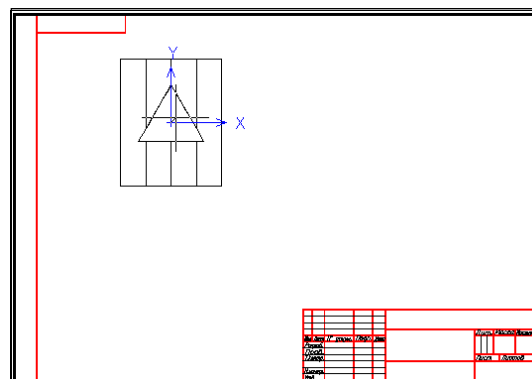

Рис.5.11
- e) на запрос центра вида (Specify view center) щёлкнуть прицелом точку на листе (в левой части листа – рис.5.11) – центр вида можно щёлкать многократно до приемлемого варианта, для подтверждения - **Enter**;